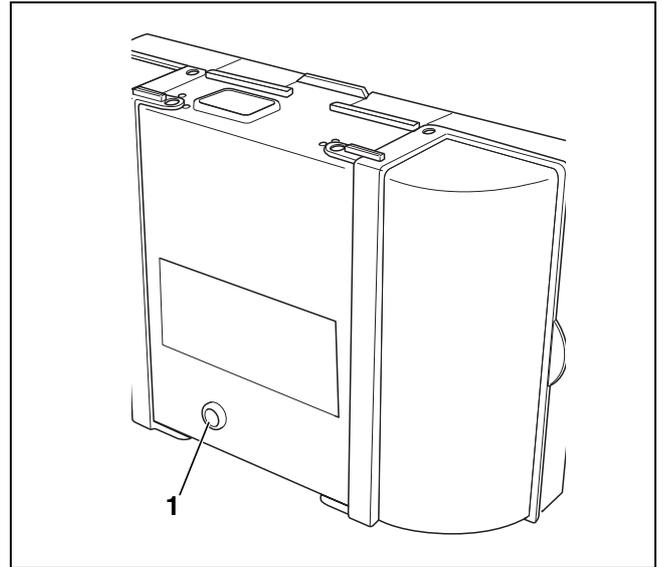

Bild 10 Störungen am Feuerungsautomaten zurücksetzen
► Entstörtaster (→ Bild 10, [1]) drücken, um den Fehler zurückzusetzen.